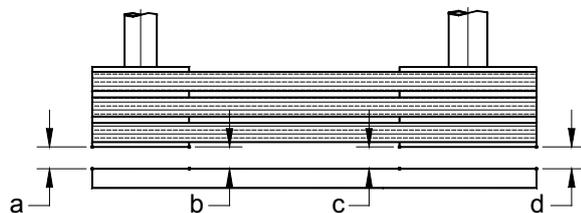

Fig. 8
9.5.3 Acoplamiento por Fajas (Ver Fig. 8)